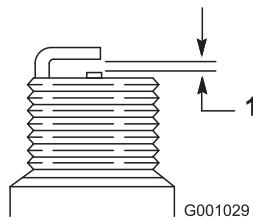

Figure 46
- 7. Réglez l'écartement des électrodes de la nouvelle bougie à 0,76 mm (0,030 po) (Figure 46).